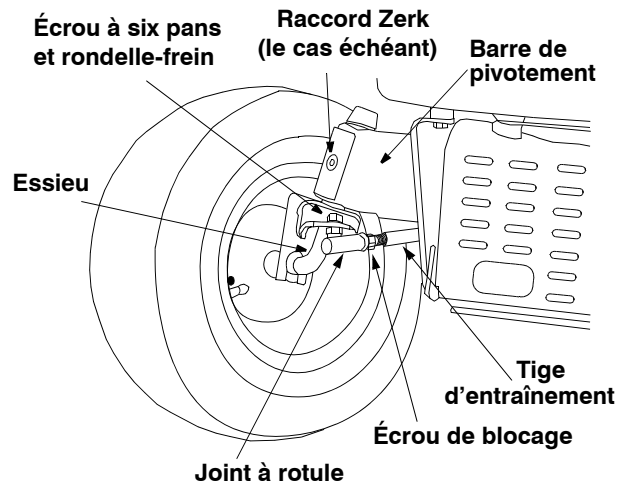

Figure 17
- Desserrez l'écrou de blocage de la tige d'entraînement sur l'arrière du joint à rotule. Voir la Figure 17.
- Retirez l'écrou à six pans et la rondelle-frein sur le dessus du joint à rotule. Voir la Figure 17.